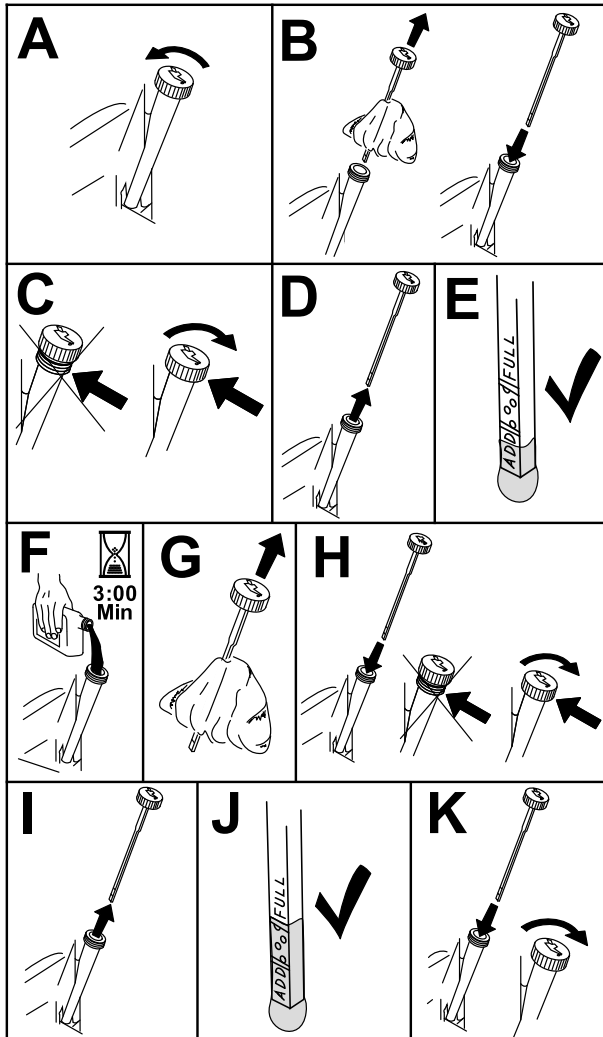

Bild 42
- Reinigen Sie den Bereich um den Ölfüllstutzendeckel bzw. den Peilstab vor dem Abnehmen, damit kein Schmutz oder Schnittgut usw. in den Motor gelangt (Bild 42).